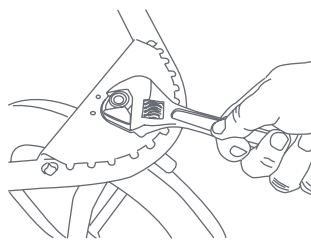

Fig. 6
- 6) • Si experimenta un tambaleo en la rueda delantera que es anormal para el uso al caminar, podría tener que ajustar la arandela de la rueda delantera, que se encuentra debajo del reposapiés al frente del carrito (Fig. 6). Puede usar una llave inglesa estándar para ajustar la tuerca. **NO AJUSTE DE MÁS.** ya que podría dañar la arandela.